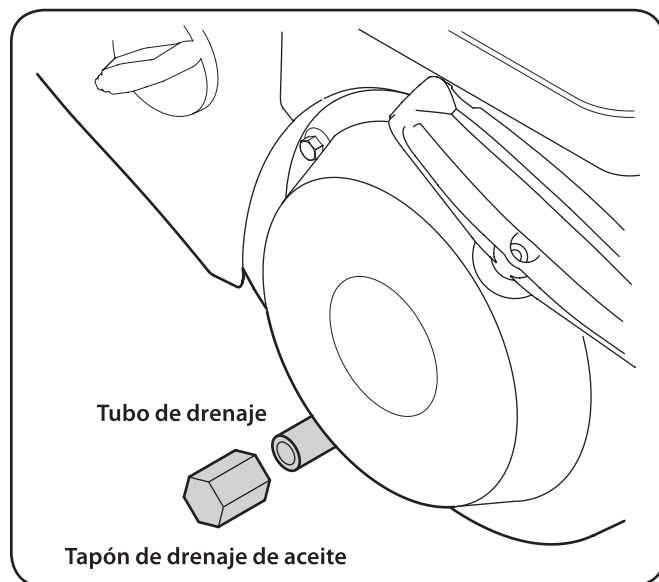

Figura 7-1
3. Retire el tapón de drenaje de aceite, Figura 7-1.